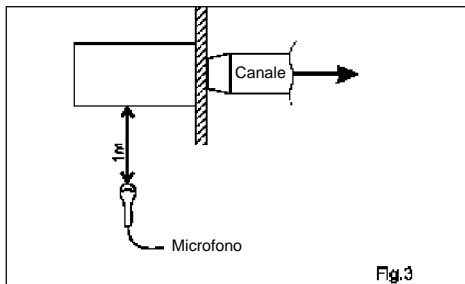

Figura 3 – Unità Canalizzate
7.2 Spettri della Pressione Sonora delle Unità Interne (Misurati come da Figura 3)